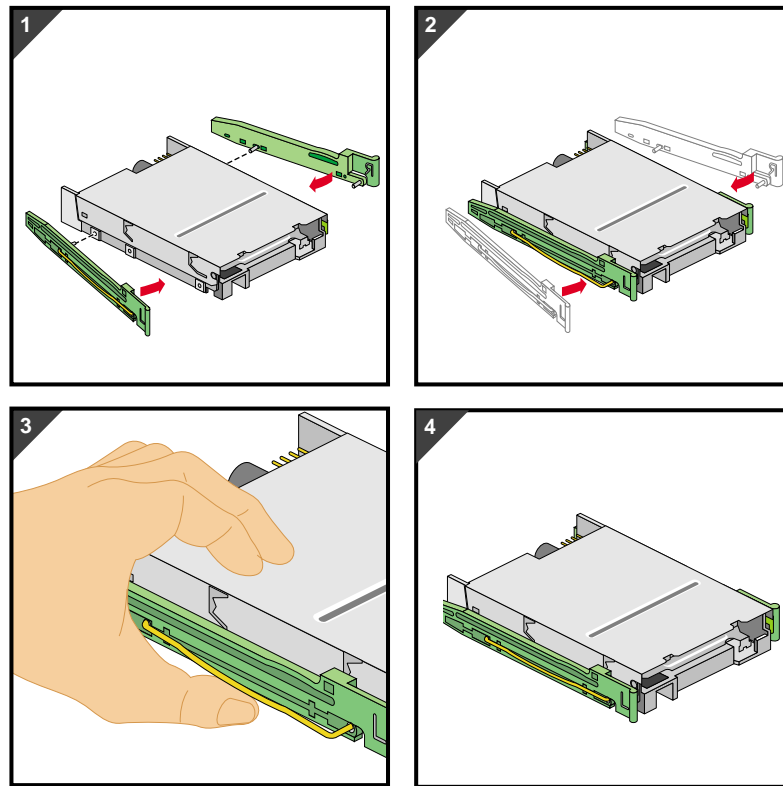

Figure 2-8 Montage des rails de guidage sur un lecteur 3 pouces ½
3. Les rails de guidage pour les lecteurs 3 pouces ½ ne sont pas interchangeables. Ils sont marqués avec un « R » (droite) ou un « L » (gauche) pour indiquer le côté de montage. Avant de monter les rails sur le lecteur de disquette, s'assurer que le rail marqué « L » (gauche) se trouve sur le côté gauche du lecteur et que le rail marqué « R » (droite) se trouve sur le côté droit du lecteur, comme le montre la Figure 2-8.
4. Pour monter un rail de guidage sur le lecteur de disquette, placer un tenon du rail de guidage dans son trou fileté. Pousser délicatement sur la partie centrale du rail de guidage jusqu'à encliquetage de l'autre extrémité dans son trou fileté. La Figure 2-8 montre la procédure correspondante.
3. Les rails de guidage pour les lecteurs 3 pouces $\frac{1}{2}$ ne sont pas interchangeables. Ils sont marqués avec un « R » (droite) ou un « L » (gauche) pour indiquer le côté de montage. Avant de monter les rails sur le lecteur de disquette, s'assurer que le rail marqué « L » (gauche) se trouve sur le côté gauche du lecteur et que le rail marqué « R » (droite) se trouve sur le côté droit du lecteur, comme le montre la Figure 2-8.
4. Pour monter un rail de guidage sur le lecteur de disquette, placer un tenon du rail de guidage dans son trou fileté. Pousser délicatement sur la partie centrale du rail de guidage jusqu'à encliquetage de l'autre extrémité dans son trou fileté. S'assurer que les connecteurs soient tournés vers l'extérieur. La Figure 2-8 montre la procédure correspondante.